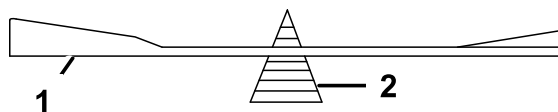

Bild 67
- Prüfen Sie die Auswuchtung des Schnittmessers auf einer Ausgleichsmaschine (Bild 67).